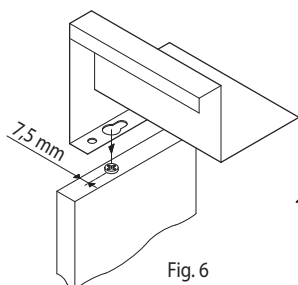

Fig. 6
- Coloque a pia sobre o balcão, fazendo com que a parte maior dos furos existentes na parte inferior da pia penetrem nas cabeças de todos os parafusos (Fig. 6).